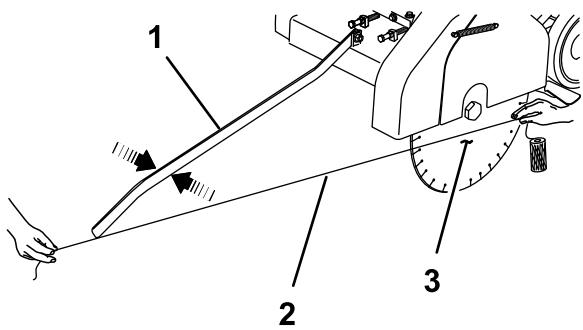

Figura 20
2. Extienda el hilo de albañil sobre la superficie del núcleo del disco de corte y hasta el extremo de la guía en línea recta, según se muestra en la Figura 20.
- **Modelo 68045**—Para alinear la guía, doble cuidadosamente la barra de la guía hasta que quede alineada con el hilo de albañil (Figura 20).